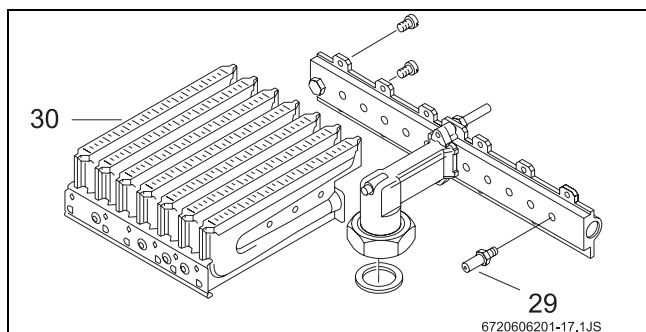

Fig. 21
- ▶ Smontare entrambe le rampe degli ugelli (→Fig. 21, [30]) e sostituire gli ugelli (→Fig. 21, [29]).